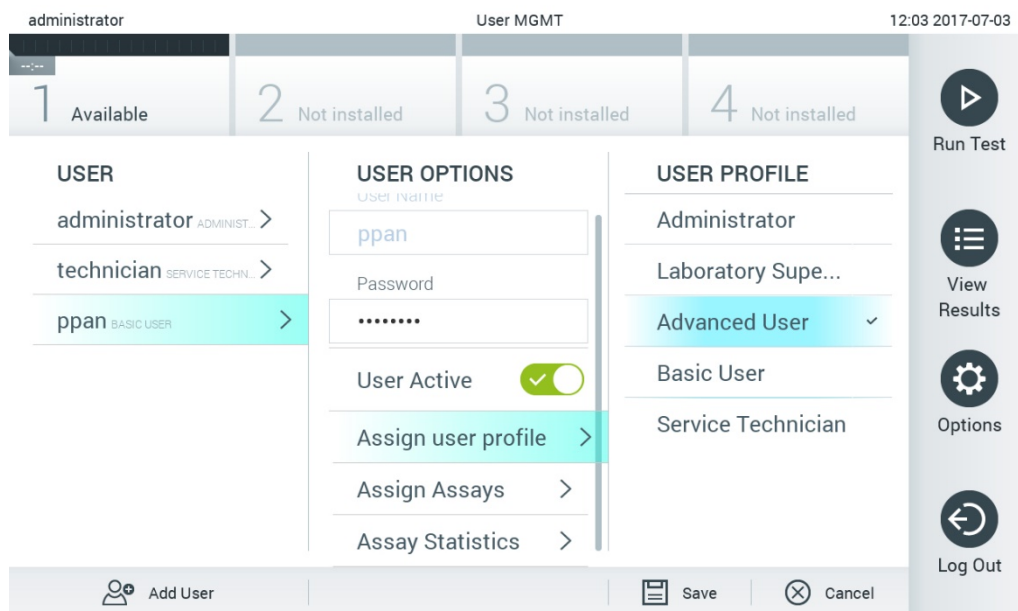

Figura 60. Atribuindo perfis a usuários.
- Assign User Profile (Atribuir perfil de usuário): permite atribuir um perfil de usuário diferente (por ex., Administrator [Administrador], Laboratory Supervisor [Supervisor de laboratório], Advanced User [Usuário avançado], Basic User [Usuário básico]). Selecione o perfil de usuário adequado a partir da lista à direita da área de conteúdo (Figura 60).